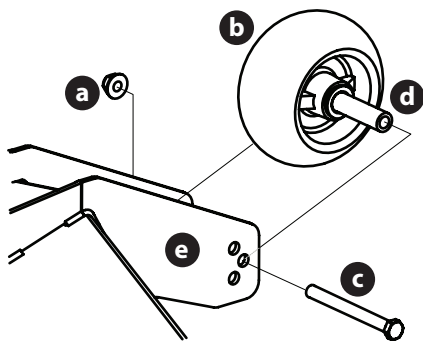

Fig. 46
2. Retirez le contre-écrou (a) qui fixe l'une des roues de jauge avant (b) au plateau de coupe. Retirez la roue de jauge avant (b), la vis hexagonale (c) et l'entretoise (d) (Fig. 46).
3. Insérez la vis hexagonale (c) dans l'un des trois trous de repérage du support de la roue de jauge avant (e) qui permettra à la roue de jauge avant (b) d'avoir un espace de 1/4-1/2 po avec le sol (Fig. 46).
4. Prenez note du trou de repérage de la roue de jauge avant qui vient d'être ajustée (b), et ajustez l'autre roue de jauge avant (b) dans le trou de repérage correspondant de l'autre support de roue de jauge avant (e) (Fig. 46).